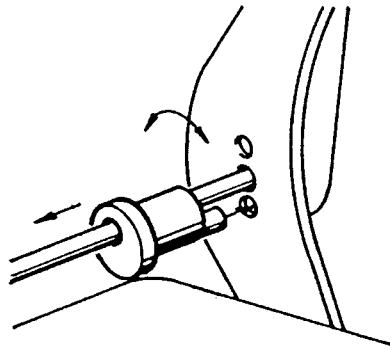

Abb. 6
- Die "Aushängläufer", wie in Abb. 6 gezeigt, anbringen, damit der Metallbolzen des Läufers die Öffnung des äußeren Hebels verläßt.